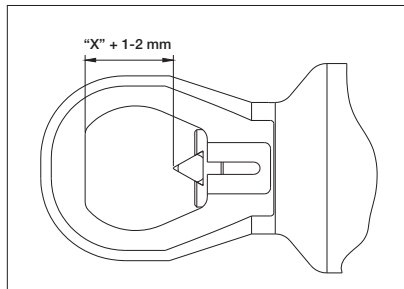

図 7
4. ヘッド平面からブレード先端までの長さが、前の手順で測定されたナットからボルトまでの長さ $1\sim 2\text{mm}$ ($1/16''$)加えた長さと同じになるまで、ヘッドを回します。図7を参照してください。